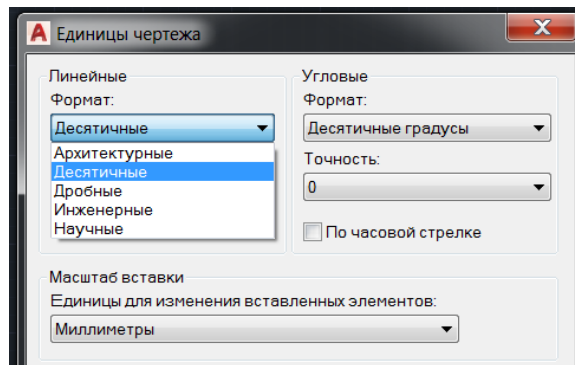

Рисунок 6 – Настройка единиц измерения
2. Нажмите на опцию **Формат**, чтобы отобразить различные доступные типы единиц измерения длины. Убедитесь, что тип длины установлен на **Десятичный**. (Рисунок 6)